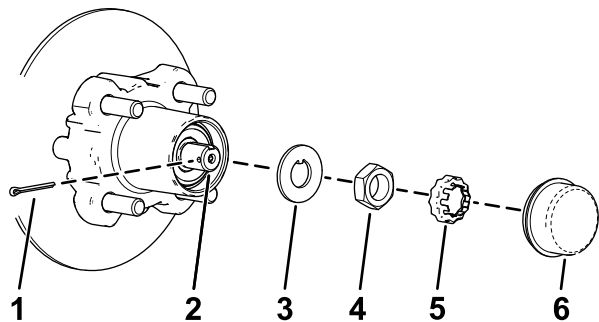
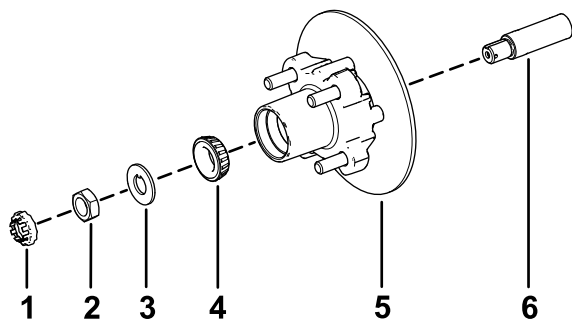

**Figura 35**
Figura 39
3. Togliete i bulloni a testa flangiata ( $\frac{3}{8}$ " x  $\frac{3}{4}$ " ) che fissano la staffa del gruppo del freno al mandrino e separate il freno dal mandrino (Figura 35).
1. Lubrificate leggermente il mandrino con il grasso specificato (Figura 39).
2. Montate il mozzo e il rotore sul mandrino con il rotore verso l'interno (Figura 39).
3. Montate il cuscinetto esterno sul mandrino e inserite il cuscinetto sull'anello esterno (Figura 39).
4. Montate la rondella di sicurezza sul mandrino (Figura 39).
5. Avvitare il dado del mandrino sul mandrino e serrate il dado a 15 N·m mentre ruotate il mozzo per posizionare in sede il cuscinetto (Figura 39).
2. Allineate le pastiglie dei freni su ciascun lato del rotore (Figura 35) e i fori sulla staffa della pinza con i fori sul supporto del freno del telaio del mandrino (Figura 39).
3. Fissate la staffa del calibro al telaio del mandrino (Figura 35) utilizzando i 2 bulloni a testa flangiata ( $\frac{3}{8}$ " x  $\frac{3}{4}$ " ).